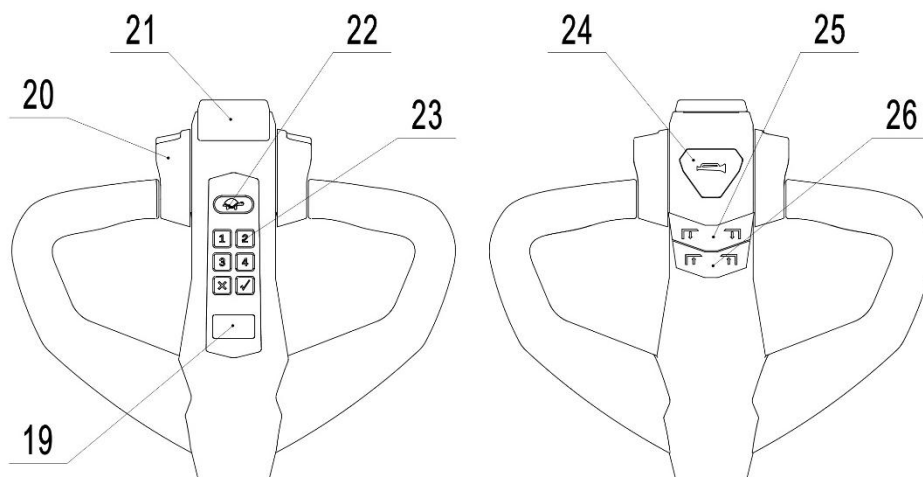

Рис.6: Рукоятка управления
Запуск тележки можно провести двумя способами: вручную введя код доступа на ПИН-панели (рис. 6, поз. 23) и нажав кнопку «√», или с помощью карты доступа (ID карта) (PSE20N Pro).
Разместите тележку с полностью опущенными вилами под паллетом. Нажмите кнопку подъема (рис. 6, поз. 25), до тех пор, пока не будет достигнута требуемая высота подъема.
Опускание груза производится путем нажатия клавиши спуска (рис. 6, поз. 26). Полностью опустите вилы, убедитесь в отсутствии препятствий позади тележки и аккуратно откатите тележку из-под груза.
Отклоните маховики управления в нужном направлении «вперед» («Fw», рис. 8) или «назад» («Bw», рис. 8). Контролируйте скорость передвижения с помощью лепестков маховика (рис. 6, поз. 20) для достижения требуемой скорости.
Нажмите на кнопку замедленного хода с пиктограммой «черепахи» (рис. 6, поз. 22) для перевода тележки в режим перемещения на малой скорости. Повторное нажатие на клавишу вернет тележку в стандартный режим. Нажмите и удерживайте клавишу в течение 2-х секунд для включения режима работы тележки с рукояткой, расположенной в вертикальном положении в условиях узкого пространства.
- Переключение лепестков управления (рис. 6, поз. 20) обратно в начальное положение или освобождение лепестков активирует систему торможения. Тележка тормозит до полной остановки.
- При переключении лепестков управления (рис. 6, поз. 20) из положения «движение в одном направлении» в положение «движение в противоположном направлении», тележка постепенно тормозит, пока не начнет движение в противоположном направлении.
Кнопка противоотката (рис. 6, поз. 21) защищает оператора от получения повреждений и травм. При нажатии этой кнопки тележка тормозит и/или начинает движение в противоположном направлении («Вw») на небольшое расстояние и останавливается. Необходимо помнить, что эта кнопка действует, даже если тележка не едет, но рукоятка управления находится в рабочем положении.